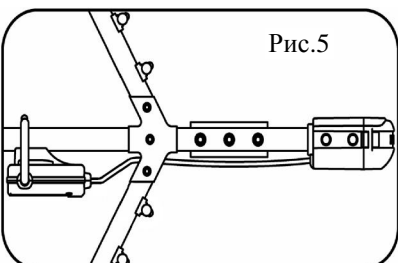

Рис.5
- 5.2. Поочередно установить полотна рефлекторов (5) и закрепить винтами (см. рис.5).